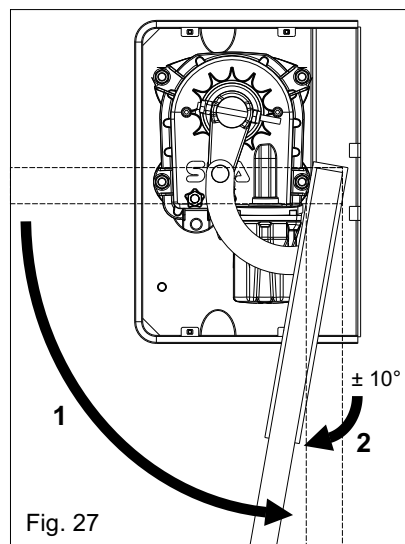

Fig. 27
6.3. Llevar las hojas en completa apertura (1) y volverlas a llevar hacia atras alerdedor de 10° (2) (Fig. 27).